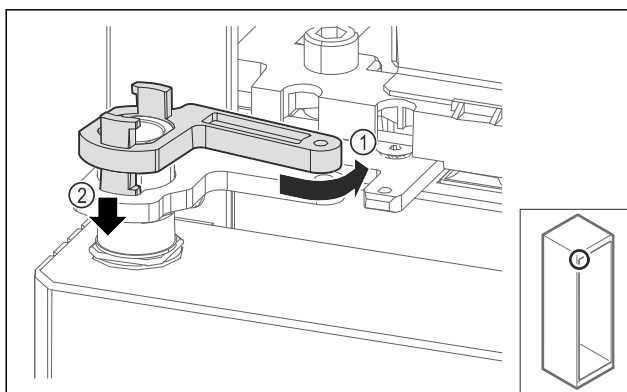

Fig. 71
- Šiek tiek pasukite atgal atraminės gembės fiksatorių Fig. 71 (1), paspauskite žemyn Fig. 71 (2) ir užfiksuokite šarnyriniame kamputyje.